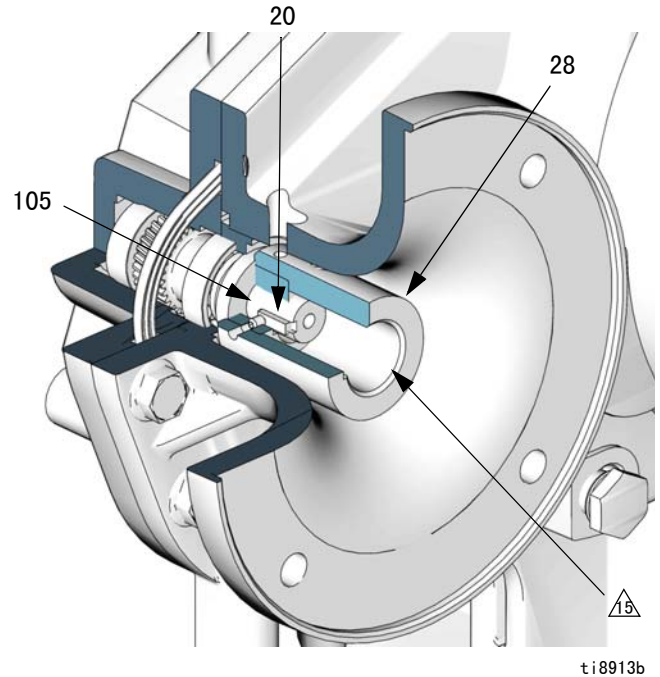

图 23. 发动机耦合器的安装
- 请参见图 23。将键（20）组装在输入轴（105）键槽中。在确保不占用耦合器的键槽或输入轴孔的情况下，将两个定位螺钉（31）组装在耦合器（28）中。